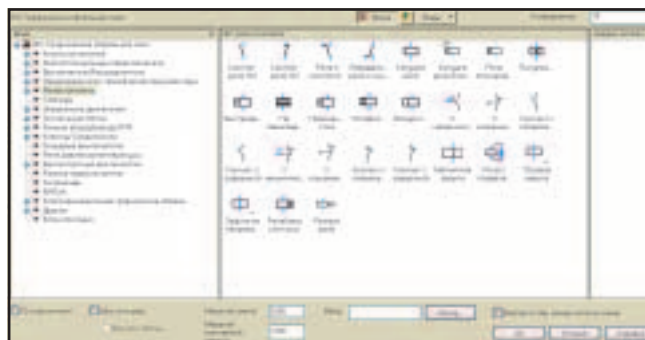

Рис. 1. Библиотека УГО
- ▶ библиотеку УГО и физических образов, удовлетворяющую многим стандартам (рис. 1);